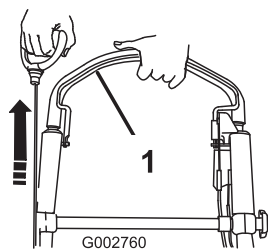

Figure 23
- Maintenez la barre de commande de la lame contre le guidon et tirez sur la poignée du lanceur (Figure 23).